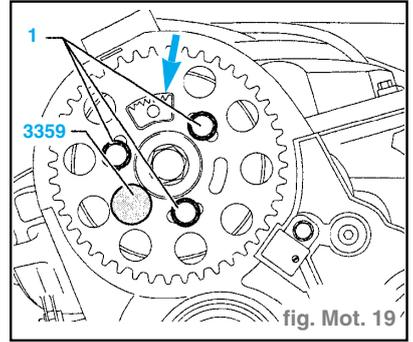

fig. Mot. 19
- Délester le galet-tendeur en tournant l'excentrique dans le sens d'horloge jusqu'à ce que l'ergot de l'excentrique vienne en appui sur la butée (B).
- Desserrer les vis de fixation (1) du pignon d'arbre à cames (fig. Mot. 19).
- Mettre les vis de fixation (1) en place à la main en ne laissant aucun jeu par rapport au pignon d'arbre à cames.
- Serrer les vis de fixation (1) du pignon d'arbre à cames à 2,5 daN.m (fig. Mot. 19).
- desserrer les vis de fixation (1) du pignon d'arbre à cames (fig. Mot. 19),